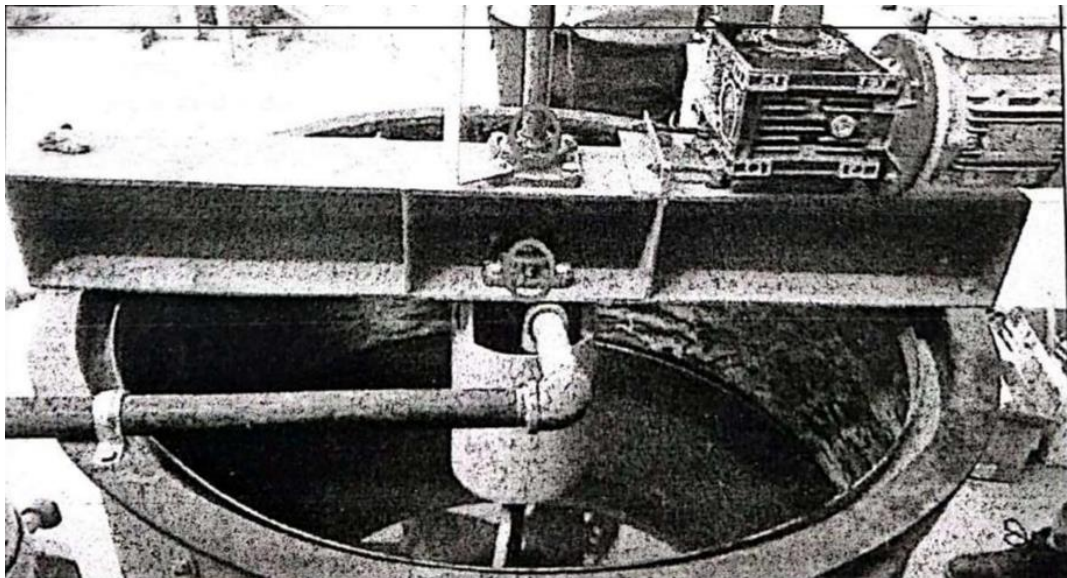

Figura 20.2 Puntos de engrase de espesador de relaves
- PASO 4:** Ubicar el de engrase de la chumacera y lubricar con el mango de presión de la grasea (Figura 20.2).